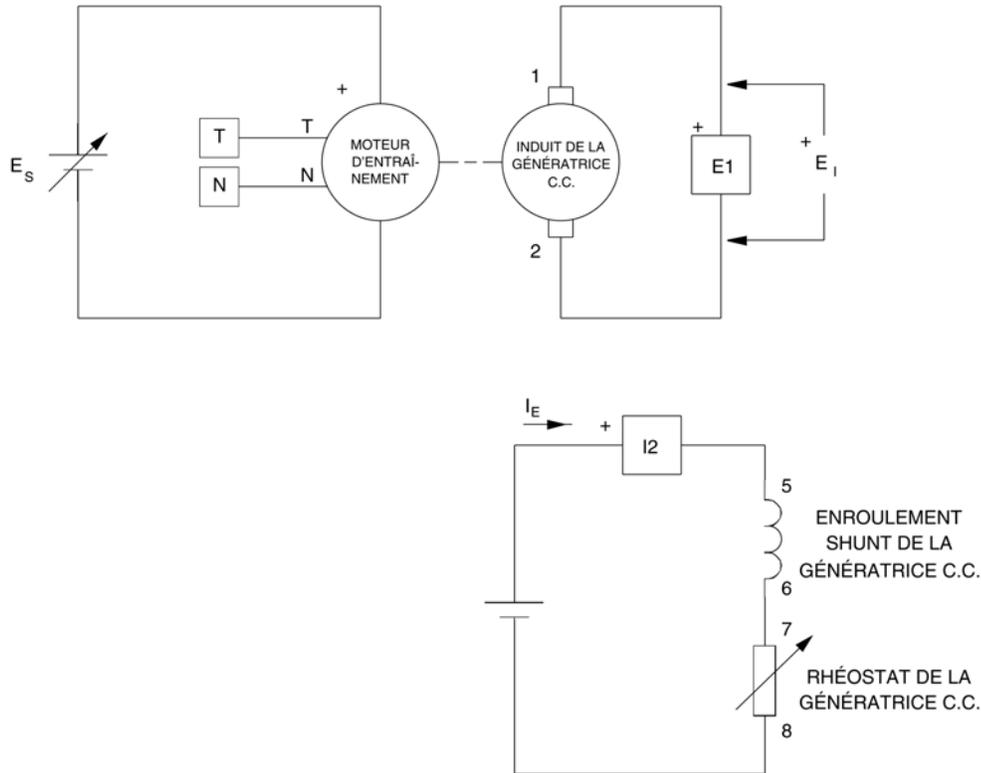

Figure 2-31. Génératrice c.c. à excitation séparée couplée à un moteur d'entraînement (à vide).
- 5. Montez le circuit de la génératrice c.c. à excitation séparée de la figure 2-31. Il est à remarquer qu'aucune charge électrique n'est raccordée à la sortie de la génératrice.